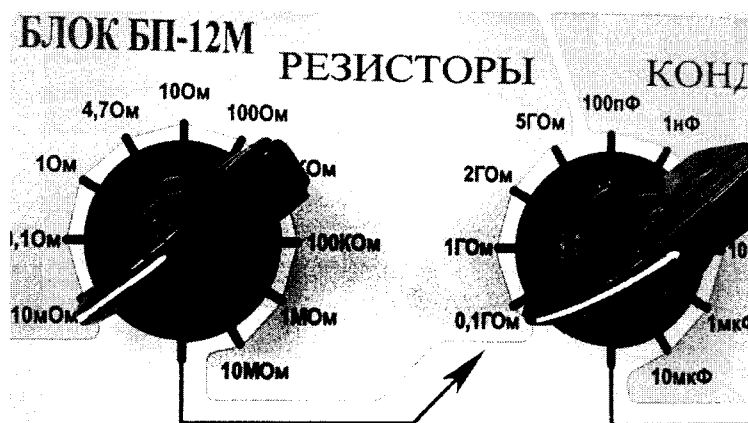

Рисунок 7 - Пример выставления значения электрического сопротивления 10 мОм
- Используя переключатели на блоке выставить значение измеряемого номинала электрического сопротивления «10МОм» (рисунок 7),